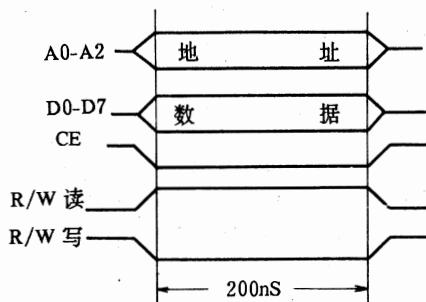

图2
(1)CPU对PPU的读写时序如图2。可见PPU与CPU的通信是异步的(不需CPU的时钟来同步)，因此6538 PPU可与多种CPU方便地接口。